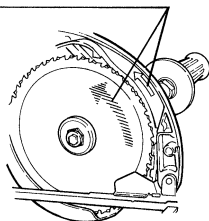

図 14
- (4) チップソーの矢印がギヤカバーの矢印方向と一致するようにします。（図14）
- (5) ワ付ボルトは十分に締めつけてください。